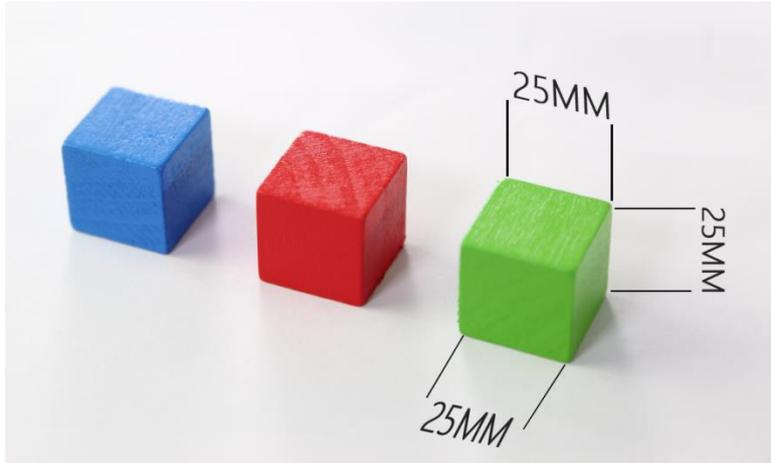

図 3 基礎材料
1. **【基礎材料】** の形式は 25x25x25mm **【図 3】** 色は赤、緑、青の 3 種類です。